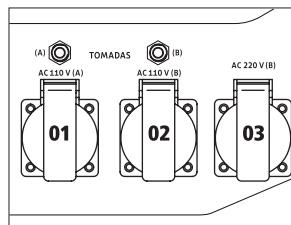

Fig. 17
O equipamento está equipado com duas tomadas padrões de 110 V (01) e (02) e uma tomada padrão de 220 V (03). [Fig. 17] Confira abaixo a tabela de tensão de saída das tomadas do equipamento.